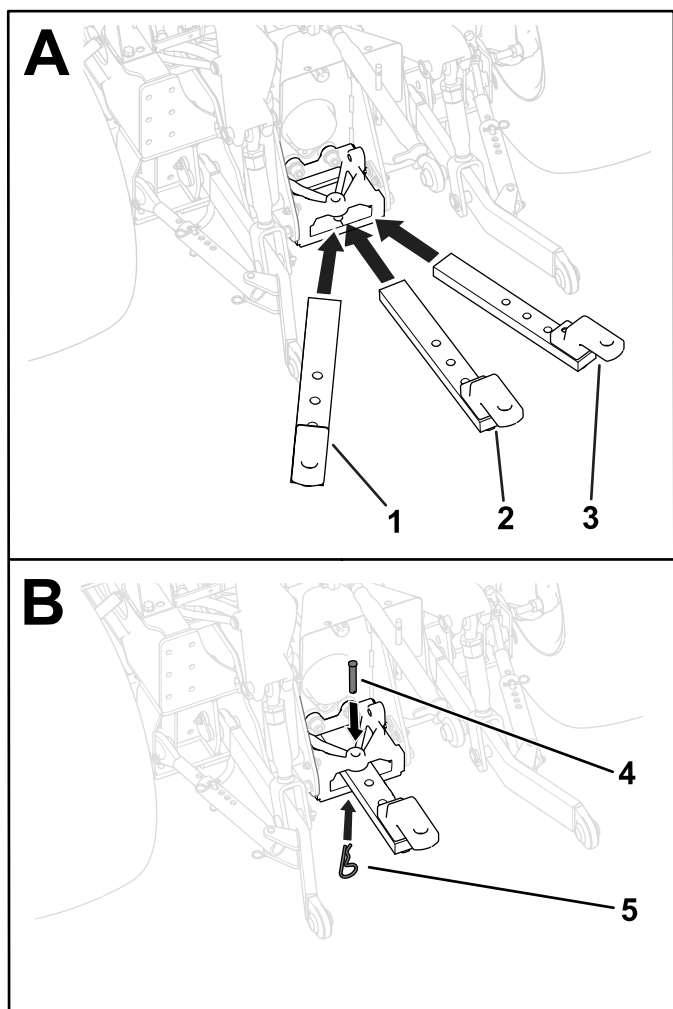

Рисунок 21
Тяговый брус можно установить в левостороннем положении, правостороннем положении или в среднем положении (Рисунок 21). Определите подходящее положение тягового бруса для вашего навесного оборудования, затем установите тяговый брус следующим образом:
1. Вставьте тяговый брус в опору тягового бруса (Рисунок 21).
- Прикрепите тяговый брус к опоре, продев шплинтуемый штифт через одно из трех монтажных отверстий в тяговом брус и закрепив штифт игольчатым шплинтом (Рисунок 21).